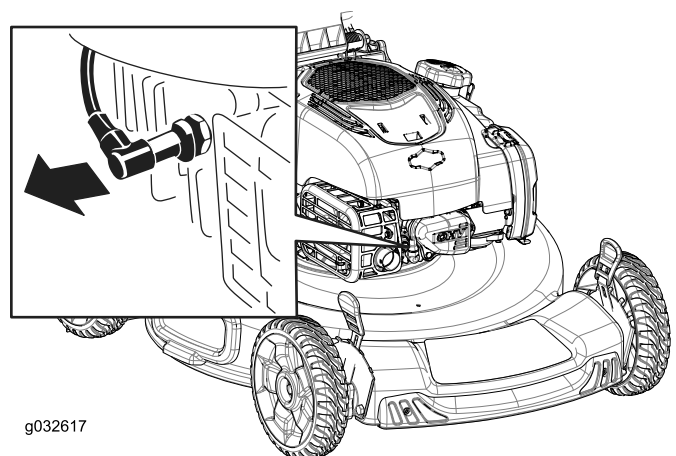

Figura 25
2. Deconectați cablul de la bujie (Figura 25).